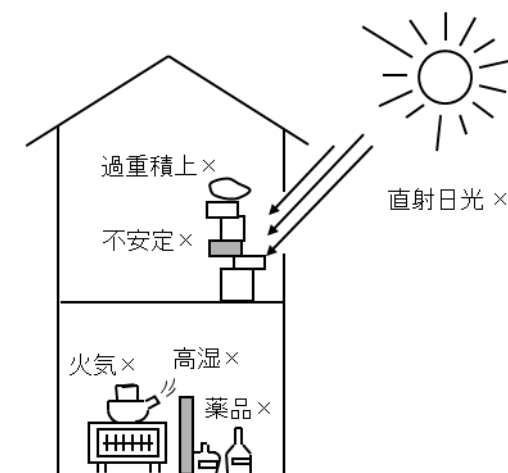

図 11. 悪い保管場所の例
- (1) 保管形態では、半導体デバイスに荷重が掛らないように注意する必要があります。特に、積重ねの状態では思わぬ荷重が掛ります。又、重い物を上に載ることは避けて下さい。(図 11)